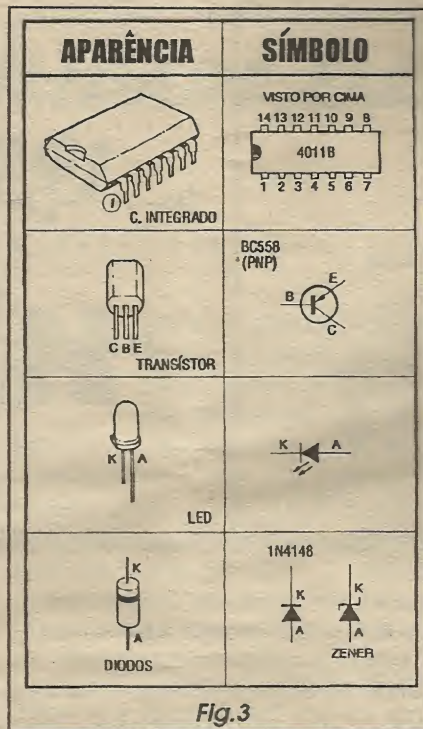
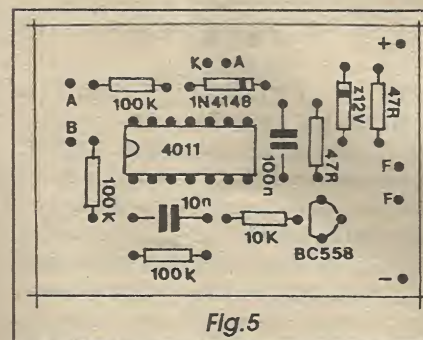

Fig.3
Fig.5
- FIG. 3 - PRINCIPAIS COMPONENTES DA MONTAGEM - Apenas aqui na parte prática da aula do ABCDE (como sabem os leitores/alunos de primeira hora...) costumamos dar um boi especial quanto ao visual dos principais componentes, mostrados em suas aparências, pinagens, símbolos, polaridades, identificação de terminais, etc. O diagrama detalha as peças que apresentam terminais com condição única e certa para inserção e soldagem ao impresso, quais sejam: o integrado, o transistor, o LED e os diodos (comum e zener...). Quanto aos demais componentes, resistores e capacitores comuns, o importante é reconhecer com precisão aos seus valores, através dos respectivos códigos, usando o que já aprendemos nas distantes primeiras aulas do ABCDE...
- FIG. 5 - CHAPEADO DA MONTAGEM - Como apenas o falantinho e o LED ficam *fora* da placa, a maioria dos componentes deve ter seus terminais inseridos e soldados diretamente ao impresso, com as peças repousando sobre a face não cobreada, vista em tamanho natural na figura... É bom lembrar que todos os componentes mostrados na FIG. 3 são *polarizados* e devem ser colocados em posição única e certa, não podendo ter seus terminais invertidos... É o caso do integrado, do transistor e dos diodos... Esses componentes contêm marcas especiais que ajudam a encontrar a sua perfeita orientação na placa... Notar ainda que tudo deve ficar bem rente à superfície do impresso, já que componente com aqueles *baita pernões* parecendo um *bando de garças* sobre o impresso, além de gerarem uma montagem *feia*, são uma fonte quase certa de problemas de funcionamento, ensejando *curtos* e ou-tros problemas quando da instalação final... As sobras de *pernas* e terminais apenas devem ser cortadas (pelo lado cobreado da placa, oposto ao visto na figura...) depois de tudo ter sido muito bem conferidinho, aproveitando-se essa conferência para verificar o estado de cada ponto de solda... Isso feito, podemos passar às conexões externas, detalhadas visualmente no próximo diagrama...